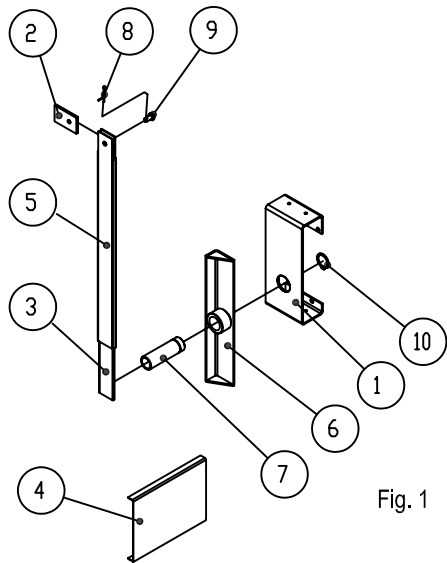

Fig. 1
**2.1 - Preparação do item 4 e 6 (fig. 1) para instalação na folha.**